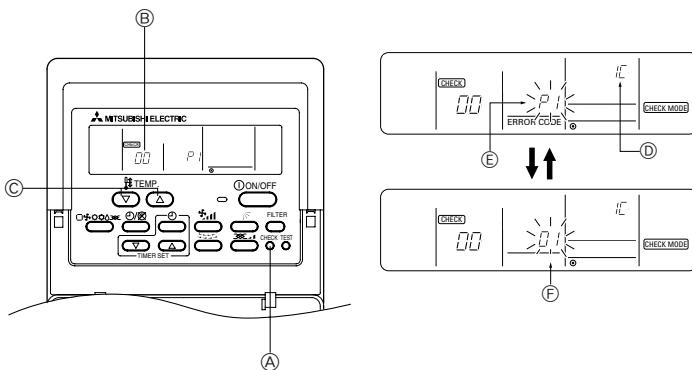

Fig. 7-2
7.3.1. Для проводного пульта дистанционного управления (Fig. 7-2)